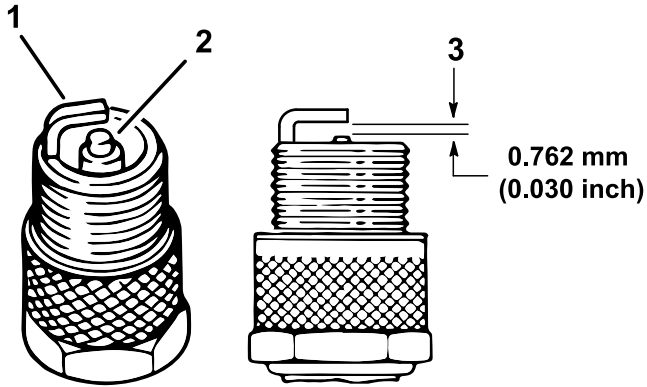

Figura 43
4. Verifique o estado dos elétrodos lateral e central, bem como do isolante do elétrodo central, certificando-se de que não se encontram danificados (Figura 43).
5. Ajuste a folga existente entre a zona central e lateral do elétrodo para 0,76 mm, como se mostra na Figura 43.